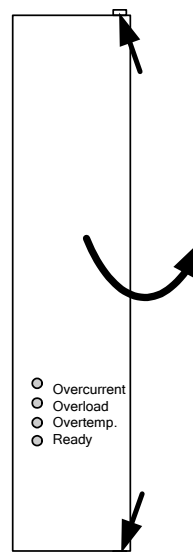

Fig. 6-1 Ouverture de la plaque de façade
- ◆ Desserrez les deux vis en haut et en bas de la plaque frontale, faites basculer la plaque frontale avec le couvercle latéral sur le côté (Fig. 6-1) sans la retirer complètement. Le conducteur de protection doit être pour cela débrosché !